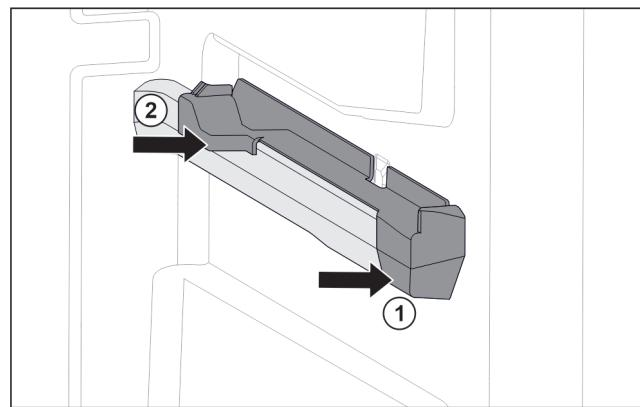

Fig. 109 Nasazovací díl na pravém žebrování na nádoby
- Nasadte nasazovací díl na žebrování na nádoby. Fig. 109 (1)
- Přitlačte nasazovací díl k zadní části. Fig. 109 (2)